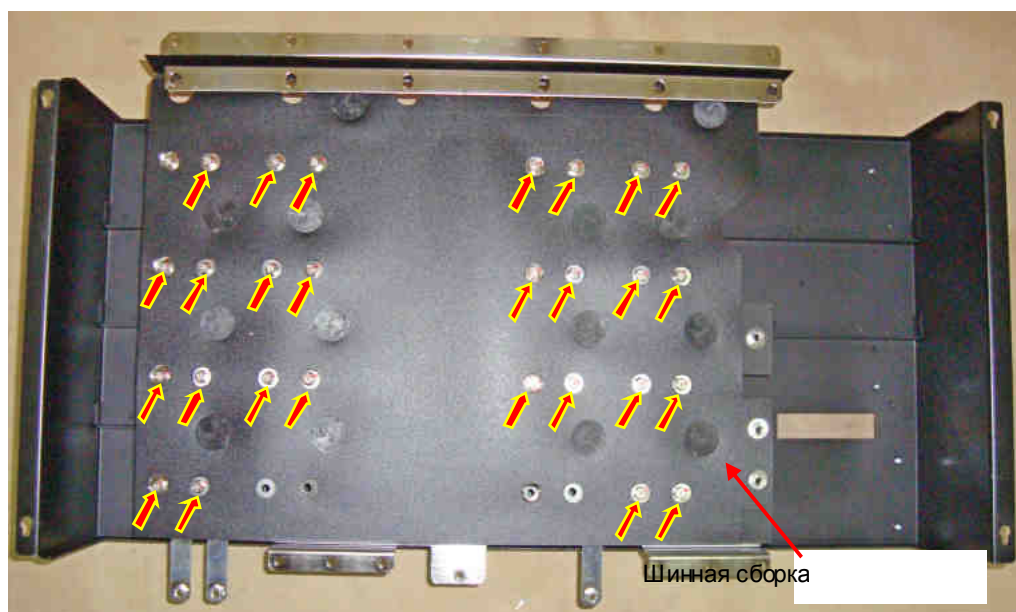

Рис. 6.21.
6.12.1. Установить блок конденсаторов на рабочий стол основанием вверх (рис. 6.21).
6.12.2. Выкрутить 28 винтов (для модели EI-7011-175H) или 32 винта (для модели EI-7011-200H) крепления шинной сборки к вводам конденсаторов (показаны стрелками на рис. 6.21). Снять шинную сборку. Положить винты в тару.